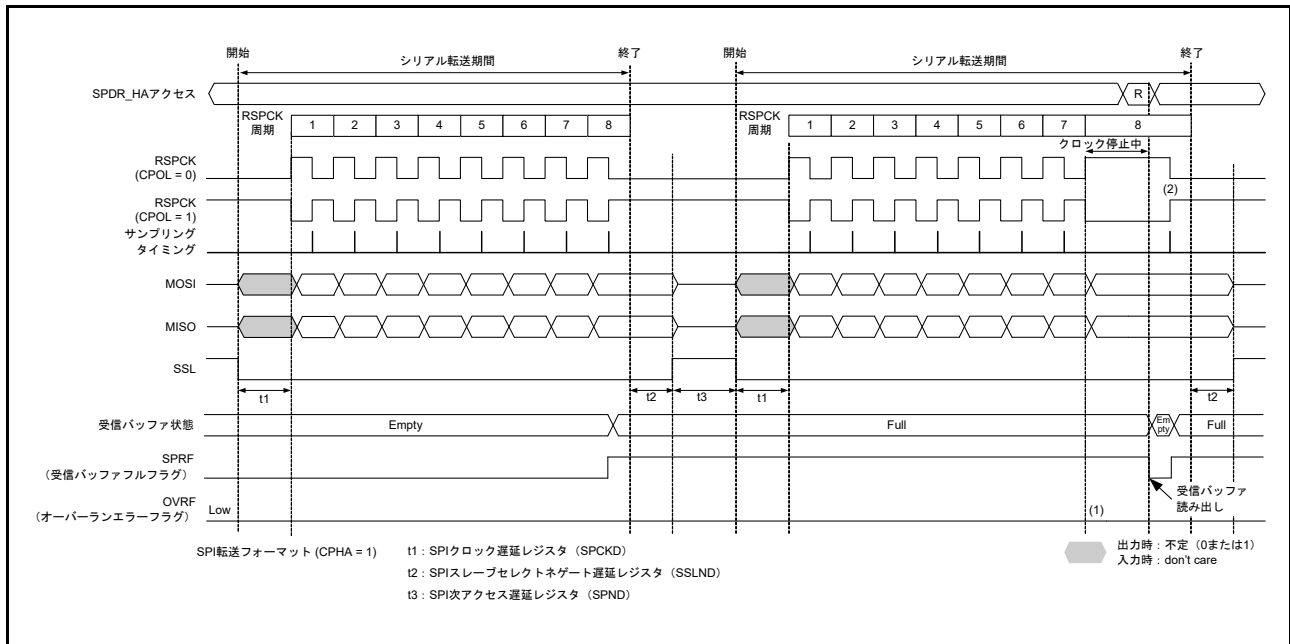
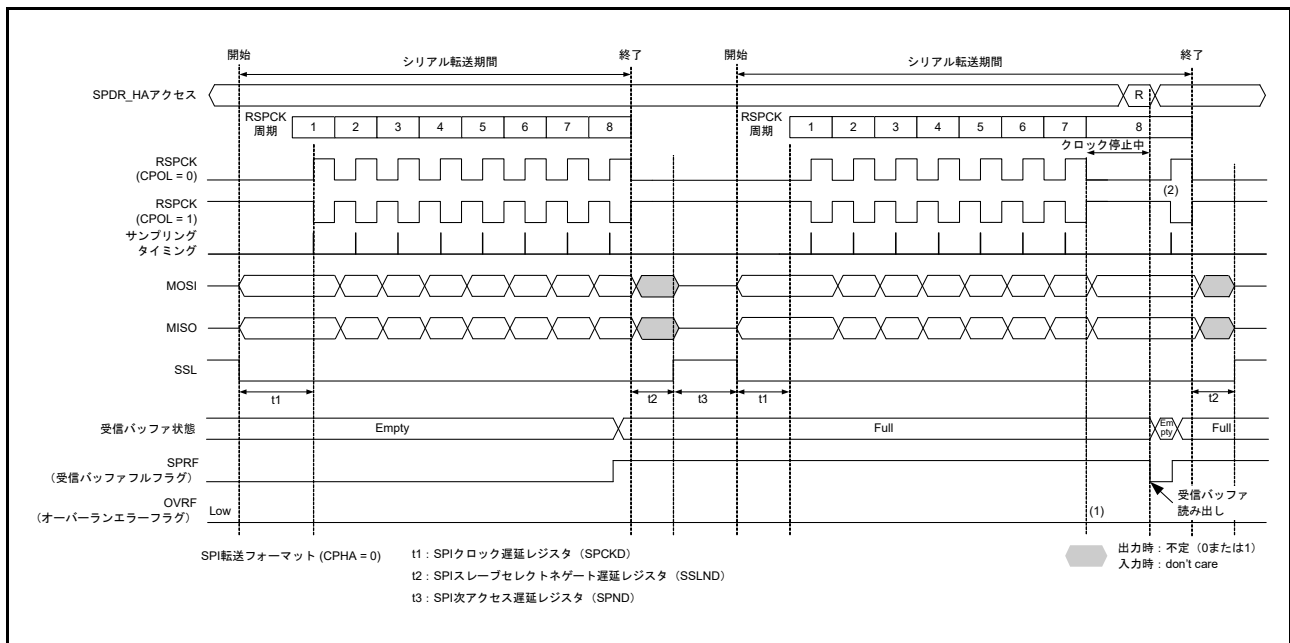

図 32.33 マスタモードの受信バッファフル状態でシリアル転送が継続するときのクロック停止波形 (CPHA = 1)
図 32.34 マスタモードの受信バッファフル状態でシリアル転送が継続するときのクロック停止波形 (CPHA = 0)
マスタモードで RSPCK 自動停止機能を有効にした場合は、オーバーランエラーが発生しません。図 32.33、図 32.34 にマスタモードの受信バッファフル状態でシリアル転送が継続するときのクロック停止波形を示します。
以下に、図 32.33 および図 32.34 の (1)、(2) に示したタイミングでのフラグ動作を説明します。
- (1) 受信バッファフルの場合は、RSPCK クロックが停止するためオーバーランエラーは発生しません。
- (2) クロック停止中に SPDR\_HA レジスタを読み出すと、受信バッファのデータが読み出せます。受信バッファの読み出し後 (SPSR.SPRF フラグが 0 にされた後)、RSPCK クロックが再開します。